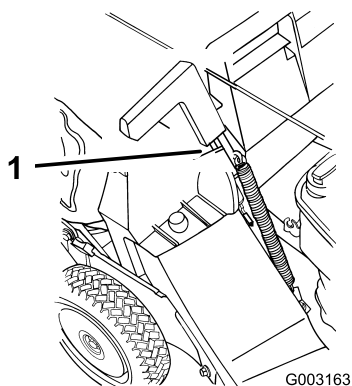

Figura 23
5. Tire hacia adelante del tirador de la puerta de descarga hasta que la clavija salga del cierre, y mueva el tirador hacia atrás hasta que la clavija se bloquee en la muesca de la bolsa (Figura 23).